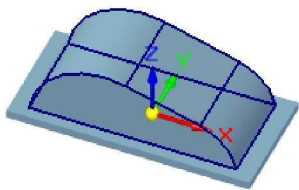
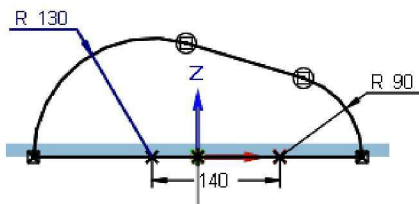

图 1.4 拉伸特征 2
图 1.5 截面草图
Step3. 创建图 1.4 所示的拉伸特征 2。在 **实体** 区域中单击  按钮，选取前视图（XZ）平面作为草图平面，绘制图 1.5 所示的截面草图，绘制完成后，单击  按钮，选择命令条中的“对称延伸”按钮 ，在 **距离** 下拉列表中输入值 160，并按 Enter 键，单击“拉伸”命令条中的 **完成** 按钮，单击 **取消** 按钮，完成拉伸特征 2 的创建。